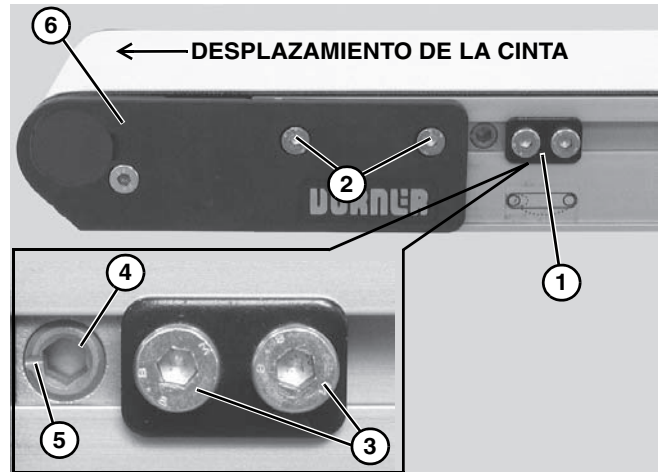

Figure 27
Los transportadores de cinta sin guías en V están equipados con medios de leva de alineación de cinta (**Figure 27, ítem 1**) para ajustar la alineación de la cinta.
5. Asegúrese de que los tornillos de fijación de la placa superior (**Figure 27, ítem 2**) de ambos lados del transportador están apretados.
6. En ambos lados del transportador, afloje dos (2) tornillos de fijación de leva (**Figure 27, ítem 3**). Ajuste las levas (**Figure 27, ítem 4**) hasta que las ranuras indicadoras (**Figure 27, ítem 5**) estén en posición horizontal y de cara al extremo del transportador. A continuación, deslice los medios de leva contra las placas superiores (**Figure 27, ítem 6**) y vuelva a apretar los tornillos de fijación de leva (**Figure 27, ítem 3**) a 60 in-lb (7 Nm).
7. EN el lado hacia el que se esté alineando la cinta, afloje los tornillos de fijación de la placa superior (**Figure 27, ítem 2**).
8. Con el transportador en marcha, utilice una llave inglesa hexagonal de 5 mm para girar la leva de alineación (**Figure 27, ítem 4**) poco a poco hasta que la cinta esté alineada en el centro del transportador. A continuación, mientras mantiene la leva en posición, vuelva a apretar los tornillos de fijación de la placa superior (**Figure 27, ítem 2**) con una llave inglesa hexagonal de 4 mm a 60 in-lb (7 Nm).